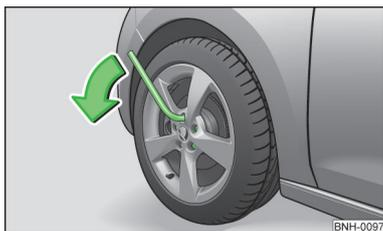

Fig. 112
- Saisissez l'extrémité de la clé et faites décrire au boulon un tour environ vers la gauche » fig. 112.